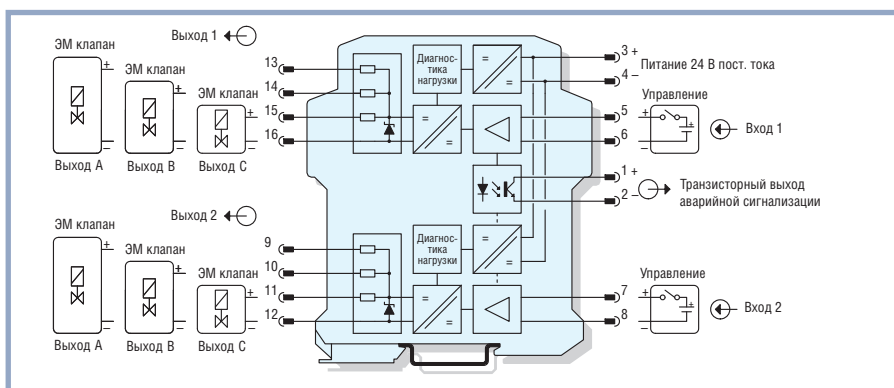

Рис. 11. Функциональная схема модуля D1048D
3. Модули с уровнем SIL 3, с питанием от контура, для NE-нагрузок, с контролем состояния линии: D1048S или D1048D (рис. 11).